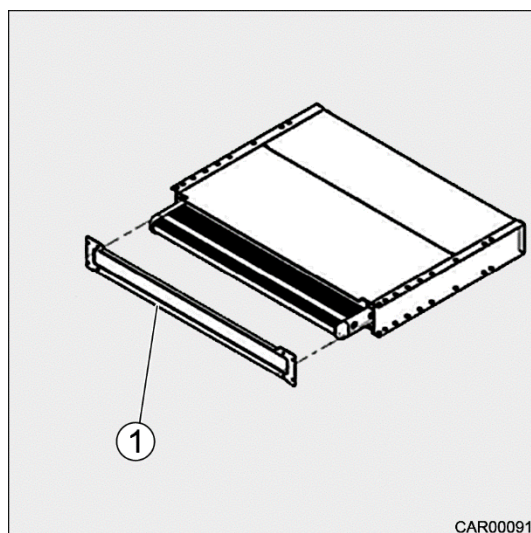

Fig. 220 Déverrouillage de secours
1. Dévisser la plaque frontale (Fig. 220/1).